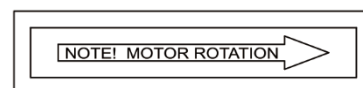

Fig.9
5) ファン後方にファンの羽根の適切な回転方向を示す矢印ラベルがありますので、ファンの羽根がその矢印と同じ方向に回転していることを確認してください。矢印と逆方向にファンの羽根が回転している場合は、逆相になっています。(Fig.9)